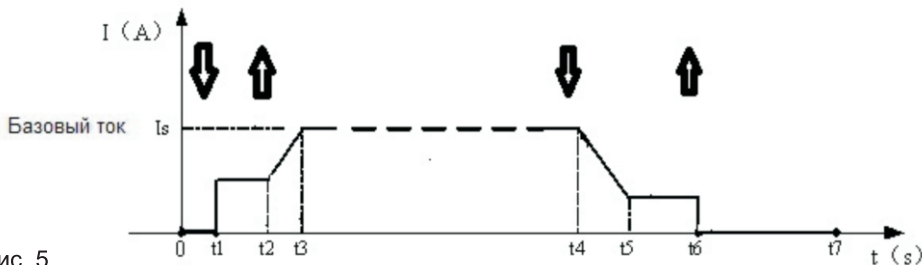

Рис. 5
2. Работа в режиме 4Т (рис. 5).